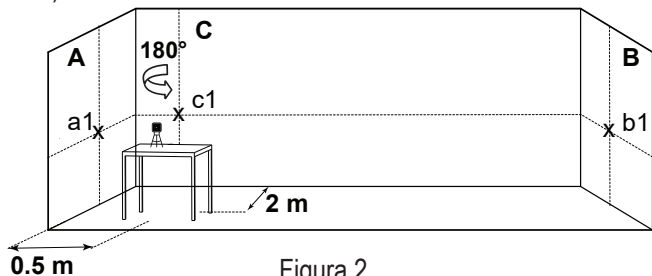

Figura 2
7) Segnare sulla parete B il punto di intersezione come b1 (vedere figura 2).